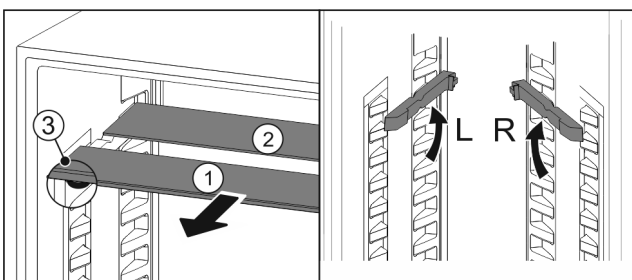

Fig. 99
- ▶ Посуньте Fig. 99 (1) скляну панель вперед.
- ▷ Скляна панель Fig. 99 (1) з декоративною планкою лежить спереду.
- ▷ Стопори Fig. 99 (3) показують вниз. Пристрої з морозильною камерою:*